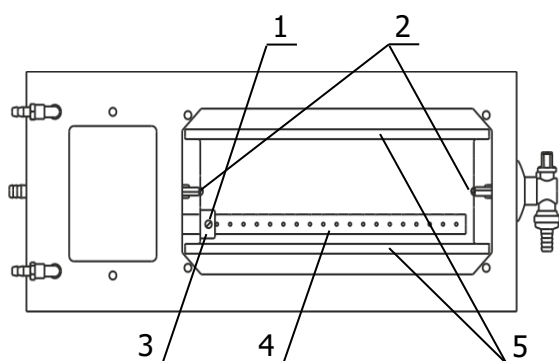

Рисунок 4 — Извлечение рабочей ванны термостата
2.4.6 Для извлечения и очистки рабочей ванны термостата необходимо ослабить винт 1 (рисунок 4), раскататель 4 выдвинуть из втулки 3 до упора в противоположную стенку ванны. Винты 2 выкрутить полностью и вынуть рабочую ванну, удерживая ее за металлические уголки 5.